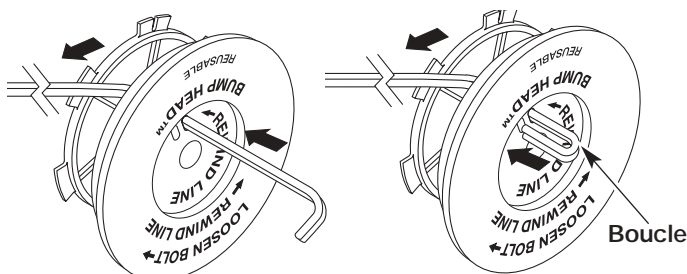

Fig. 33
- Découpez environ 6,1 m (20 pi) de fil neuf. Insérez une extrémité de fil dans l'un des deux trous du moulinet intérieur (Fig. 33). Tirez le fil jusqu'à ne laisser que 10 cm (4 po) environ.
- Insérez l'extrémité du fil dans le trou ouvert du moulinet et tirez sur le fil pour que la boucle soit le plus petit possible (Fig. 33).